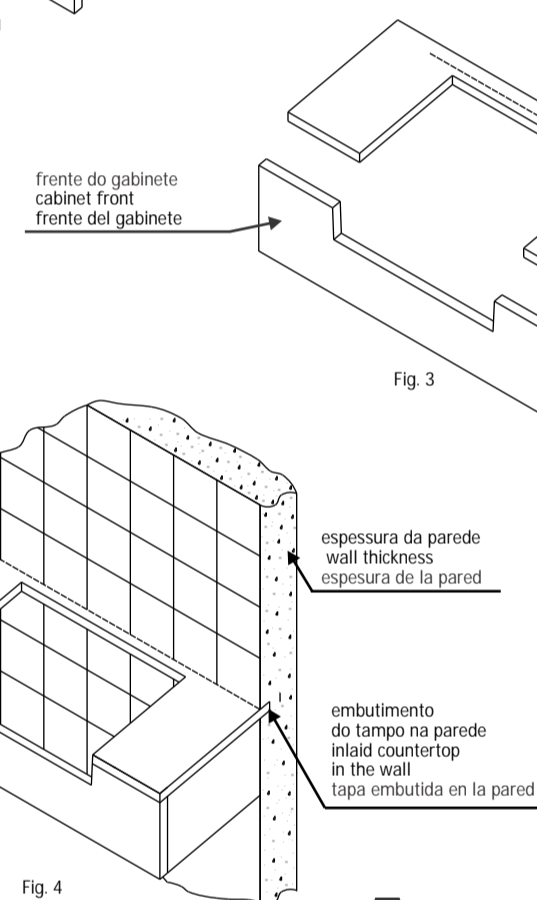

Fig 4
- 4 - Embutir o tampo na parede respeitando a linha da face traseira da cuba. Conforme fig. 4 Para esta operação usar óculos de segurança e luvas.
- 4 - Fix the countertop in the wall, respecting the lavatory back line. According to figure 4. For this operation use gloves and security glasses.